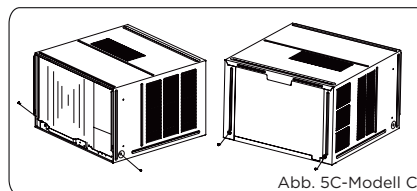

Abb. 5C-Modell C
- Entfernen Sie die vier Schrauben auf beiden Seiten und auf der Rückseite des Gehäuses, wie in Abb. 5C gezeigt.